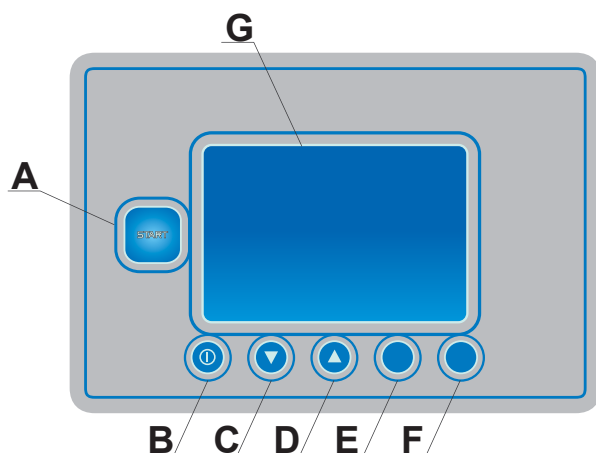

рис. 9
- Откройте кран подачи воды (или два крана, если машина подключена отдельно к горячей и холодной воде), подключите напряжение с помощью главного выключателя и включите машину, нажав кнопку **B ON/OFF** (см. рис. 9). Загорится дисплей, указывая на перерасчет программного обеспечения и кнопка **A СТАРТ** загорится белым цветом. Спустя несколько секунд дисплей и кнопка **A СТАРТ** загорятся красным цветом и будет указано, что идет фаза залива. Если машина оборудована контейнером Break Tank сертифицированным WRAS – время заполнения ванны увеличивается.
- Выберите время цикла мойки с помощью кнопок **C/D** (см. рис. 9). На дисплее появится выбранный цикл.
- Запустите цикл, нажав кнопку **A СТАРТ** (см. рис. 9). Запуск цикла будет показан сменой цвета дисплея и кнопки **A СТАРТ**, которые перейдут от синего к зеленому цвету. По окончании цикла кнопка **A СТАРТ** мигает (зеленым/синим) и на дисплее появится надпись **ЦИКЛ ЗАВЕРШЕН**.
Внимание: Машина сможет перейти к другому циклу только после того, как будет открыта дверь или 2 раза нажата кнопка **A СТАРТ** (см. рис. 9).